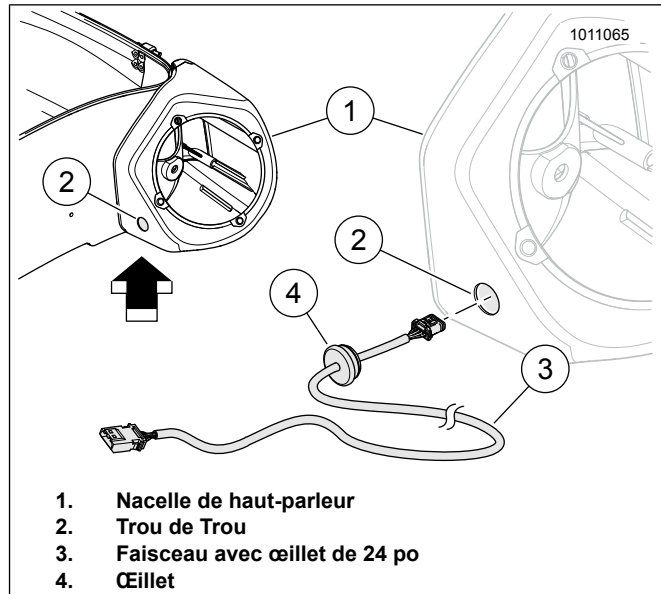

Figure 16. Nacelle de haut-parleur de gauche
Voir la figure 16. Percer un trou de 16 mm (5/8 po) (2) dans chaque nacelle de haut-parleur (1), approximativement à l'emplacement indiqué.
9. Glisser l'œillet (4) de 15 cm (6 po) depuis l'extrémité du faisceau (3).
10. Introduire l'extrémité mâle du faisceau avec l'œillet (4). Insérer l'œillet (4) dans le trou en faisant passer en premier le côté biseauté de l'œillet dans le trou. L'extérieur de l'œillet correctement installé devrait se placer contre l'extérieur de la nacelle de haut-parleur. Appuyer autour du périmètre de l'œillet pour le mettre en place.